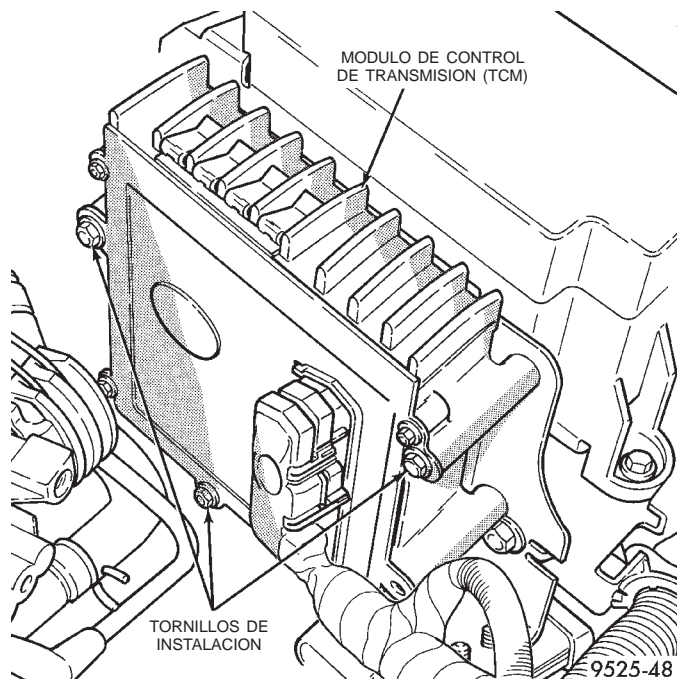
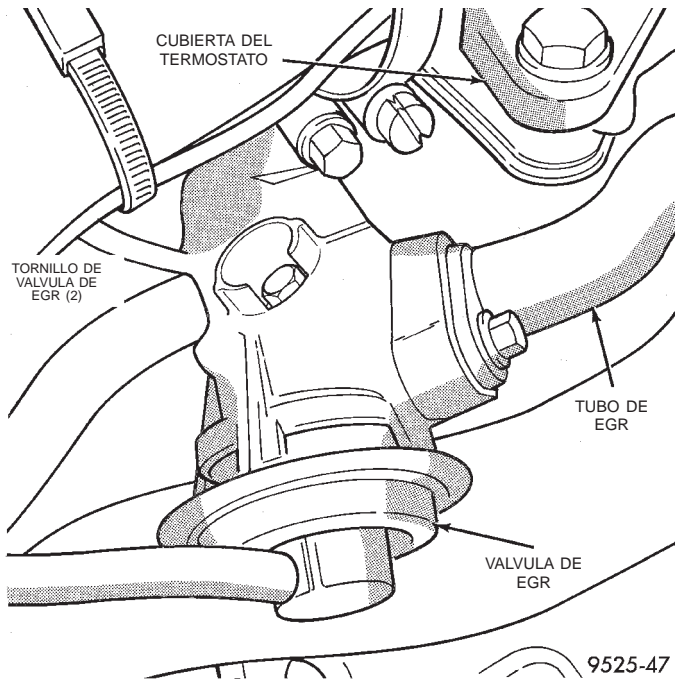

Fig. 8 Desmontaje del TCM
Fig. 9 Desmontaje de la EGR
(1) Desconecte la manguera de suministro del solenoide.
(2) Desconecte el conector eléctrico del solenoide.
(3) Retire los tornillos que sostienen el transductor al soporte.
(4) Retire los tornillos que sostienen el Módulo de control de transmisión (TCM) al soporte (Fig. 8). Gire el TCM hacia arriba para permitir el acceso a los tornillos de la EGR (Fig. 9).